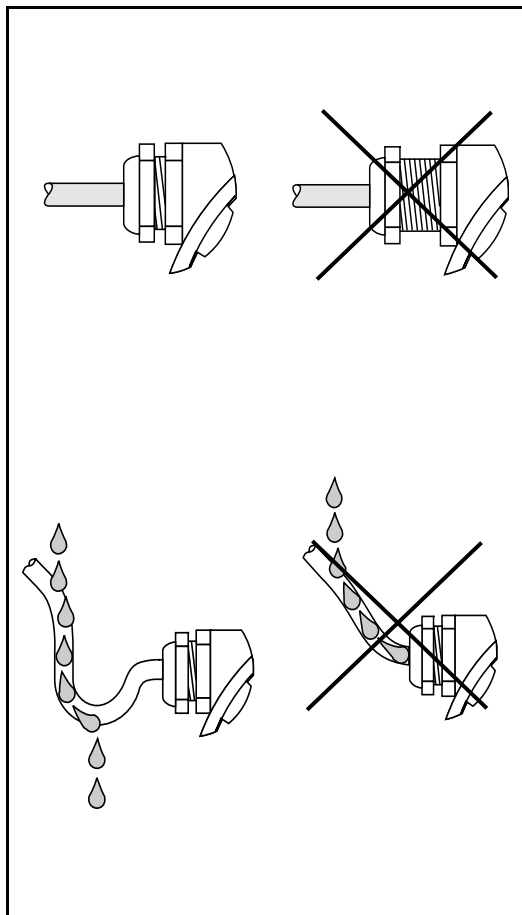

図 2
- 電線接続口は、固く締め付けなければなりません。（図2参照）
- ケーブルは、電線接続口に入れる前に水分が入らないようにループを作らなければなりません。（図2参照）